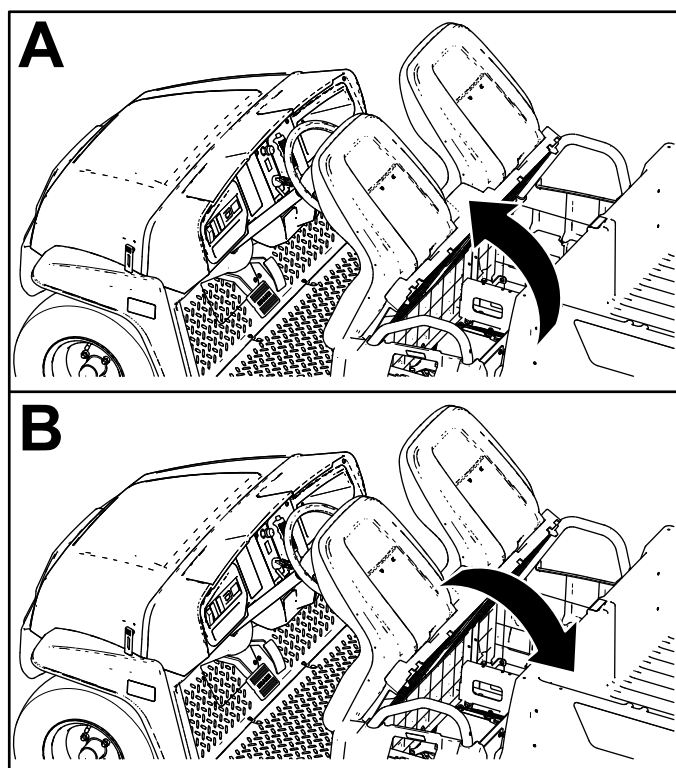

Figure 25
Pour lever l'ensemble sièges, basculez-le en avant jusqu'à ce qu'il soit en appui sur le volant (Figure 25).
Pour baisser l'ensemble sièges, rabattez-le en arrière jusqu'à ce qu'il retrouve sa position initiale (Figure 25).
1. Basculez l'ensemble sièges en avant, en position levée (Figure 25).